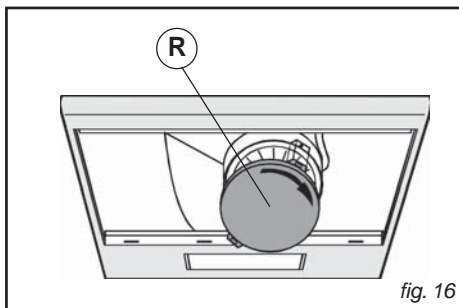

fig. 16
• Sostituzione del filtro carbone (fig.16)